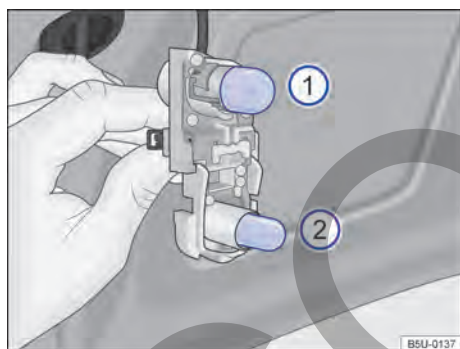

Fig. 158 En el soporte de las lámparas: ubicación de las lámparas.
- 5 Para remover la lámpara incandescente quemada **1** → fig. 158, presionar la lámpara contra el soporte y girar, al mismo tiempo, en el sentido antihorario.
- 6 Para desmontar la bombilla quemada **2** → fig. 158, tirar de la lámpara del soporte para desmontarla.
La ubicación e identificación de las lámparas incandescentes → fig. 158 están relacionadas a continuación: